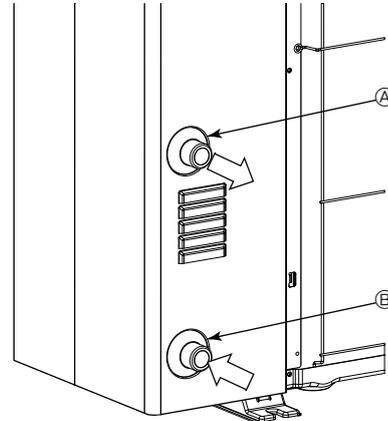

Fig. 5-1
### 5.1. Anslutning av vattenrör (Fig.5-1)
- Utlopps- och inloppsrörens placering visas i Fig.5-1.
[Fig. 5-1]